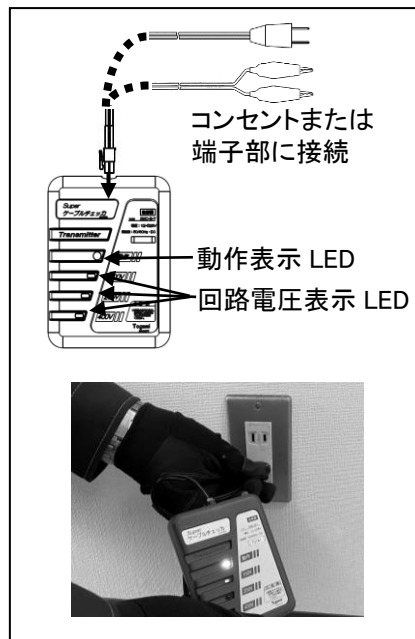

図5 送信器の接続
1. 送信器を電圧チェックしたいコンセントまたは端子部に100Vプラグ付コードまたはクリップ付コードで接続してください。このとき動作表示LEDと回路電圧表示LEDが点滅します。(図5)